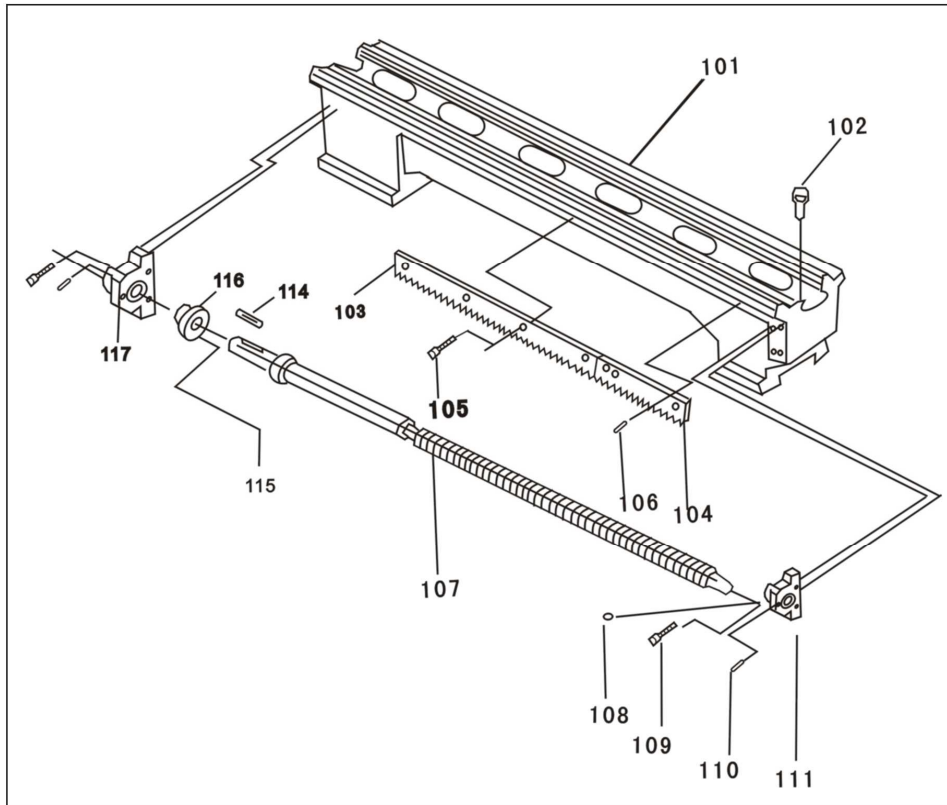

Fig.33
- Assemblage de lit (figure 33)**